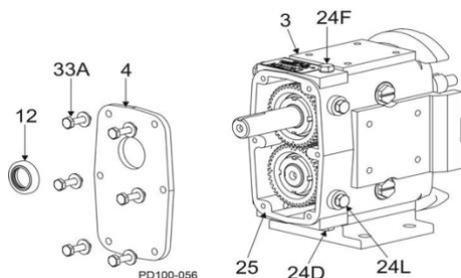

Abbildung 39 - Abnehmen des Getriebegehäusedeckels
1. Entfernen Sie den Ölablassstopfen ((Abbildung 39, Pos. 24D); und lassen Sie das Öl ab.